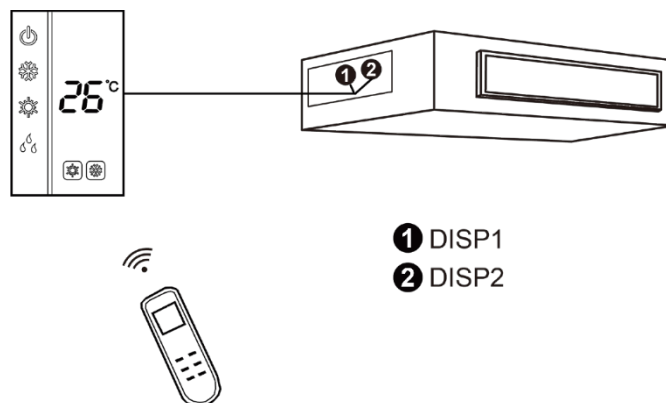

Fig. 5.4.2
- 2) A Fig. 5.4.2 mostra a instalação do comando remoto.